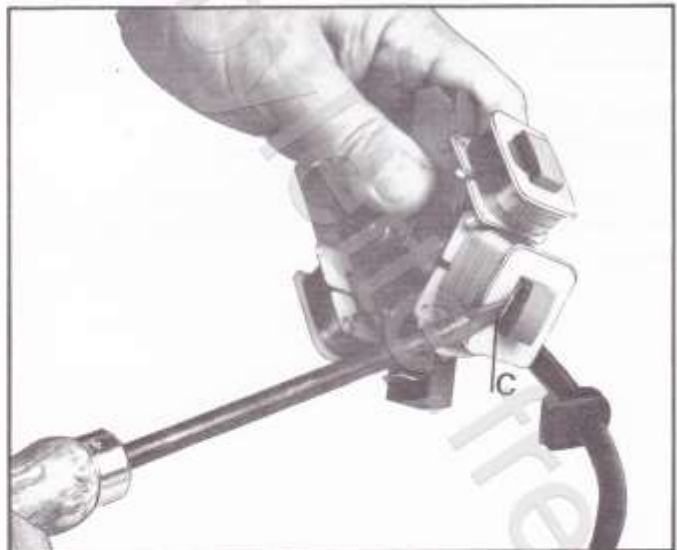

Fig. 57
- Rabattre la languette métallique (C) (fig. 57),